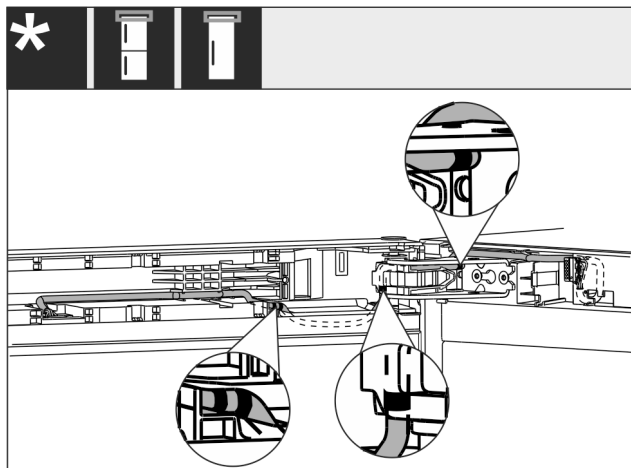

Fig. 38
- Vendosija e kablos bëhet siç tregohet në figurën Fig. 38 ().